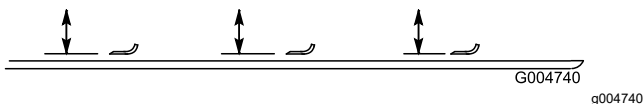

Figura 89
2. Gire la cuchilla hasta que los extremos estén orientados hacia adelante y hacia atrás, y mida desde el interior de la unidad de corte al filo de corte en la parte delantera de la cuchilla (Figura 89).